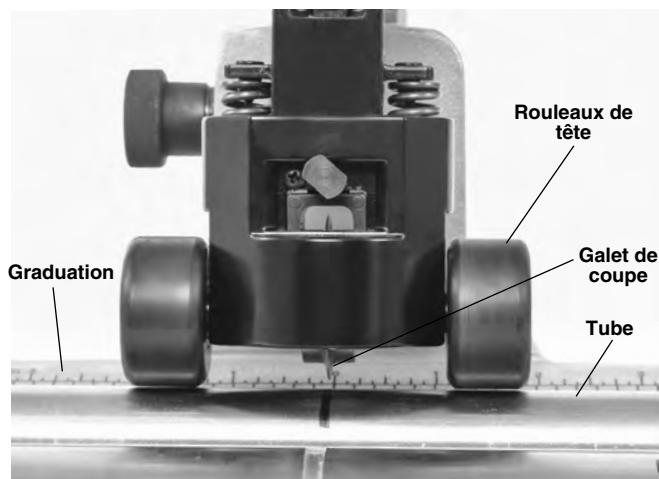

Figure 9 – Rouleau de tête de coupe en contact avec le tube
5. Rabaissez le système d'engagement rapide jusqu'à ce que les rouleaux de la tête de coupe reposent sur le tube (*Figure 9*). Alignez le galet de coupe sur le repère inscrit sur le tube, puis serrez la vis d'avancement pour l'amener contre le tube avant d'y ajouter entre 1 et 1,5 tours pour l'engager. Ne pas serrer la vis d'avancement au point d'ovaliser le tube ou créer des bavures.